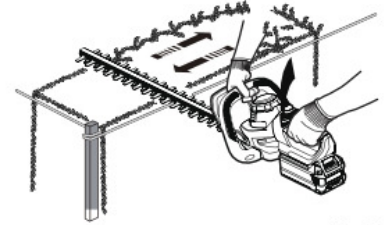
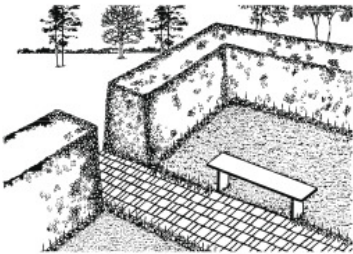

Fig. 5
Fig. 6
- Als u een heg mooi recht wilt snoeien, raden wij u aan om een stuk draad te gebruiken. Bepaal eerst op welke hoogte u de heg wilt afsnoeien. Span daarna een draad langs de heg op deze hoogte. Knip de heg net boven de gespannen draad, zoals getoond in afb. 5. Snoei eveneens de zijkanalen van de heg zo dat de bovenkant iets smaller wordt (zie afb. 6). De heg zal er zo gelijkmatiger gaan uitzien. Als de tanden geblokkeerd raken, stopt u de motor, wacht u tot het snoeiblad stilstaat en verwijdert u de accu voordat u gaat proberen om de geblokkeerde elementen uit de tanden te halen.